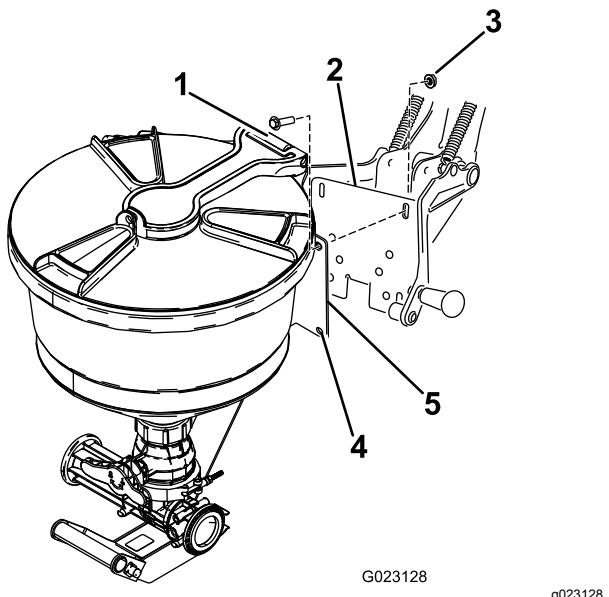

Figure 12
1. Placez les trous de la plaque de montage du mélangeur en face des fentes du cadre porteur du berceau (Figure 12).
2. Montez le mélangeur sur la plaque d'appui (Figure 12) au moyen des 4 boulons (3/8" x 1") et contre-écrous (3/8").